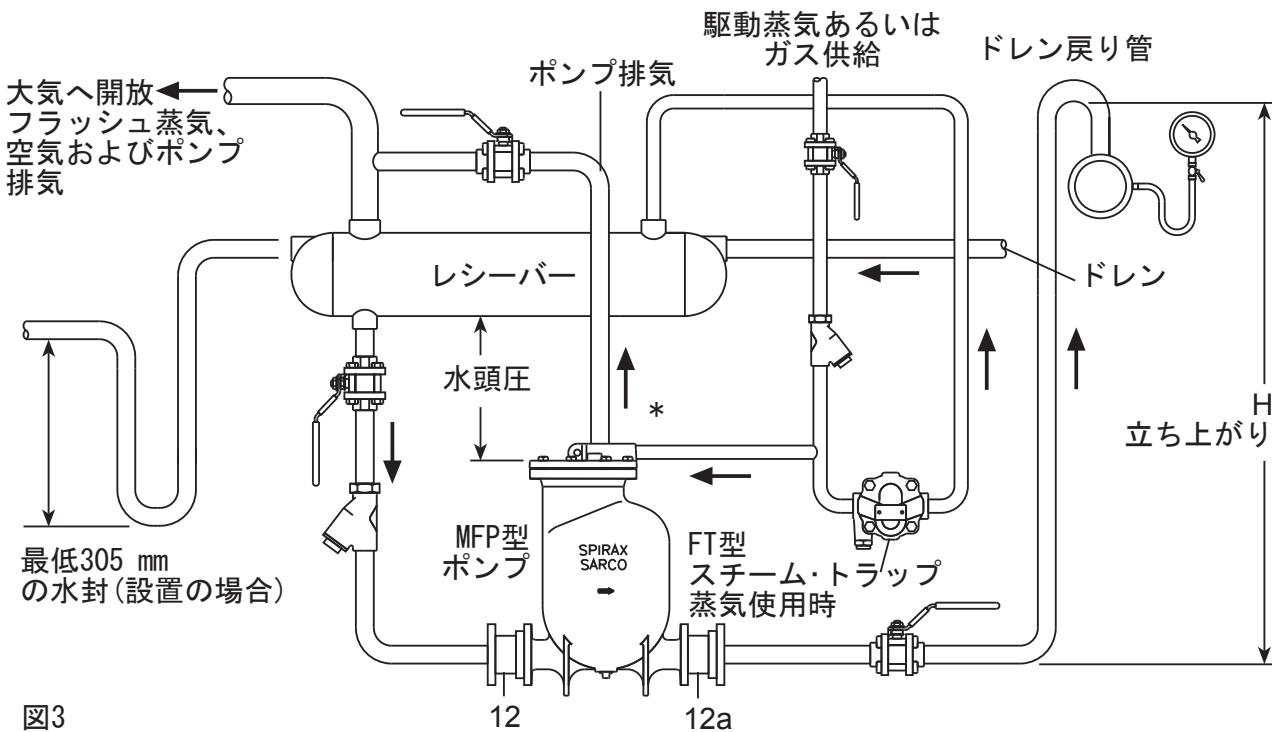

図3
1. 排気接続を垂直上向きにし、ポンプは装置の下に取り付けます。ポンプは推奨水頭圧（ポンプの上部とレシーバーの垂直距離）が得られるように取り付けます。章4.2および図3をご覧ください。他の水頭圧については別紙の容量図をご覧ください。
2. ポンプが排出中に装置が浸水するのを防ぐために、開放レシーバーおよび貯水管の配管は図3のように水平にしてポンプの前に取り付けてください。レシーバー/貯水管の口径は、14頁の表1および2をご覧ください。すべての一次側フィッティングはフル・ボアにしてください。
ポンプがドレンを排出する時、一次側は閉め切れます。そのため、流入してくるドレンを一時的に受け入れるための、水頭圧の上に十分なレシーバータンクの容積が必要です。レシーバータンクは大きな直径の配管あるいはタンクで代用できます。要望があれば、図3のようにオーバーフロー配管をレシーバータンクに取り付けることができます。配管にはレシーバータンクの直後に少なくとも305mmのU字型パイプを水封用に付けてください。